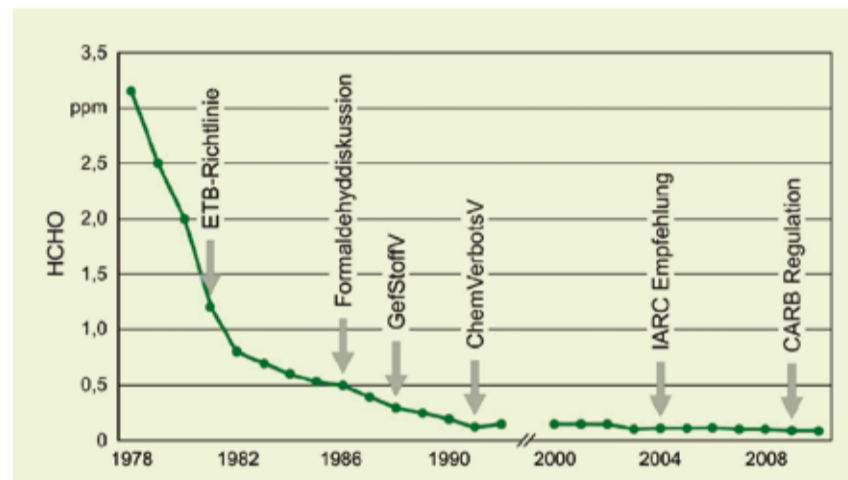

Abbildung 2: Abnahme der durchschnittlichen Formaldehydabgabe von Spanplatten im Zeitraum 1978 bis 2010 auf Basis von Testresultaten des WKI (Fraunhofer)
Harnstoff-Formaldehydharzleim (UF) gebunden. UF-Harze stellen sehr kostengünstige Klebstoffe mit guten mechanischen Eigenschaften dar, die hinsichtlich der Verarbeitung über Jahrzehnte optimiert wurden. Seit der ersten Thematisierung von überhöhten Formaldehydkonzentrationen vor ca. 40 Jahren, wurden die Klebstoffe auch laufend hinsichtlich der nachträglichen Formaldehydabgabe verbessert, was an der drastischen Reduktion der durchschnittlichen Abgabe erkennbar ist (siehe Abbildung 2). Trotzdem strebt die Holzwerkstoffindustrie danach, auf geänderte Rahmenbedingungen (z.B. dichtere Gebäudehüllen), gestiegene Anforderungen (normative, gesetzliche Regelungen) und neue wissenschaftliche Erkenntnisse mit noch emissionsärmeren Produkten zu reagieren. Verarbeiter und Anwender von Holzwerkstoffprodukten können durch sorgsamem Einsatz dieser Produkte dabei einen entscheidenden Beitrag leisten.